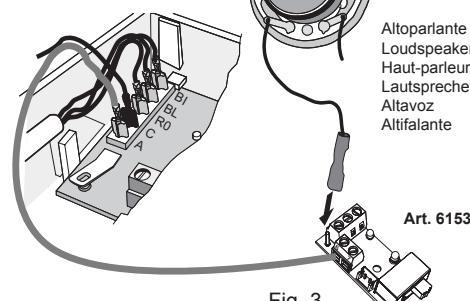

Fig. 3
- Inserire il cavo, precollegato nel morsetto n° 6 dell'Art. 6153, sul piolo "A" del citofono (Fig. 3)
- Insert the wire pre-connected to terminal n° 6 of type 6153, into pin "A" of the interphone (Fig. 3).
- Insérer le fil, préarraché à la borne n° 6 de l'Art. 6153, sur l'ergot "A" du portier (Fig. 3).
- Das zuvor an Klemme Nr. 6 von Art. 6153 angeschlossene Kabel an Pin „A“ des Haustelefons anschließen (Abb. 3).
- Conectar el cable, conectado al borne n° 6 del art. 6153, a la clavija "A" del teléfono (fig. 3).